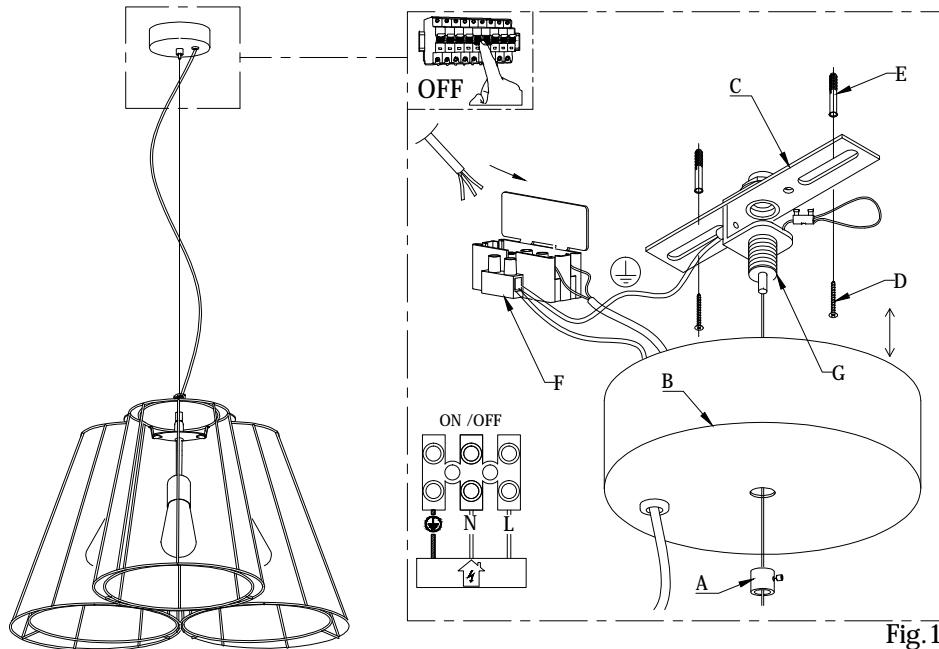

Fig.1
- Svitare il particolare (A) e abbassare il rosone (B). Fissare la staffa (C) al soffitto mediante le viti (D) e i tasselli (E). (Fig.1)
- Regolare la lunghezza del cavo in acciaio regolando agendo sul morsetto di sicurezza (G), tenendo premuto il particolare del gripper in modo che il cavo in acciaio scorra. (Fig.1)
- Collegare i cavi di rete nel morsetto (F) rispettando le polarità e richiudere la scatola (D) (Fig.1).
- Unscrew the handle (A) and lower the canopy (B). Fix the bracket (C) with screw (D) and dowels (E) on the ceiling. (FIG. 1)
- Adjust the length of the steel cable acting on regulating terminal security (G), push the part of the gripper so that the steel cable runs. (Fig.1)
- Connect the network cables at the clamp (F), check the polarity as shows and close again the box ( Fig. 1).